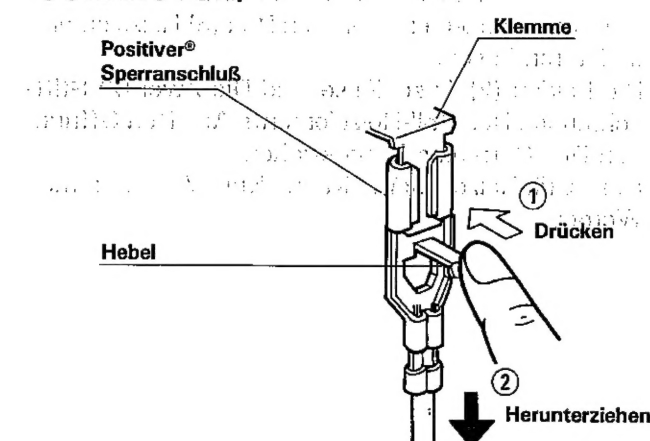

Abbildung C-1. Positiver Sperranschluß
3. Das Hochspannungskabel des Hochspannungs-Gleichrichters vom Netztransformator abtrennen. Sich hierfür auf Abbildung C-1 beziehen.
4. Die Schraube (1) losdrehen, welche den Erdungswinkel an der hinteren Platte festhält.
6. Die blauen und braunen Kabel des netzkabels vom Entstörfilter abtrennen. Sich hierfür auf Abbildung C-1 "Positiver Sperranschluß" beziehen.
9. Die Schraube (1) losdrehen, welche den Kondensatorhalter an der Bodenplatte festhält.
10. Die Zunge (1) des Kondensatorhalters von der Bodenplatte lösen.
12. Die Schraube (1) entfernen, welche den masseseitigen Anschluß des Hochspannungs-Gleichrichters festhält.
4. Den Hauptkabelbaum vom Netztransformator abtrennen und sich hierfür auf Abbildung C-1 "Positiver Sperranschluß" beziehen.
7. Das Hochspannungskabel der Gleichrichter-Baugruppe vom Netztransformator abtrennen. Sich hierfür auf die Abbildung C-1. "Positiver Sperranschluß" beziehen.
8. Die beiden (2) Schrauben entfernen, mit denen der Transformator am Gehäuseboden befestigt ist.
3. Den Hauptkabelbaum vom Entstörfilter abtrennen und sich hierfür auf Abbildung C-1 "Positiver Sperranschluß" beziehen.
4. Das Hochspannungskabel des Entstörfilters vom Netztransformator abtrennen. Sich hierfür auf die Abbildung C-1. "Positiver Sperranschluß" beziehen.
5. Die Schraube (1) losdrehen, welche das Entstörfilter am Kondensatorhalter befestigt.